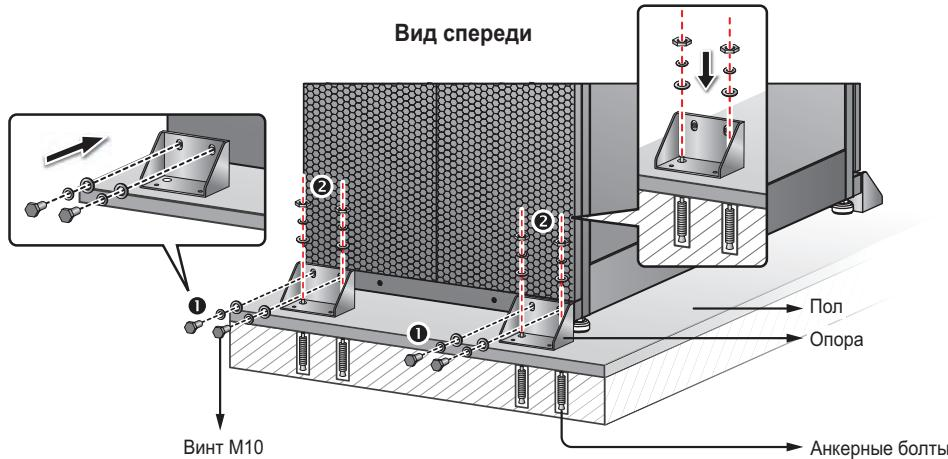

Рис. 5-3. Установка опор сзади
- ❸ Торцевым ключом на 16 мм отверните 4 винта M10 ❶ и снимите с поддона две опоры, фиксировавшие ИБП при транспортировке. Прикрепите две опоры этими винтами к ИБП спереди. Для фиксации ИБП прикрепите опоры к полу анкерными болтами ❷ с гайками. Анкерные болты приобретаются отдельно. См. *Рис. 5-3*.